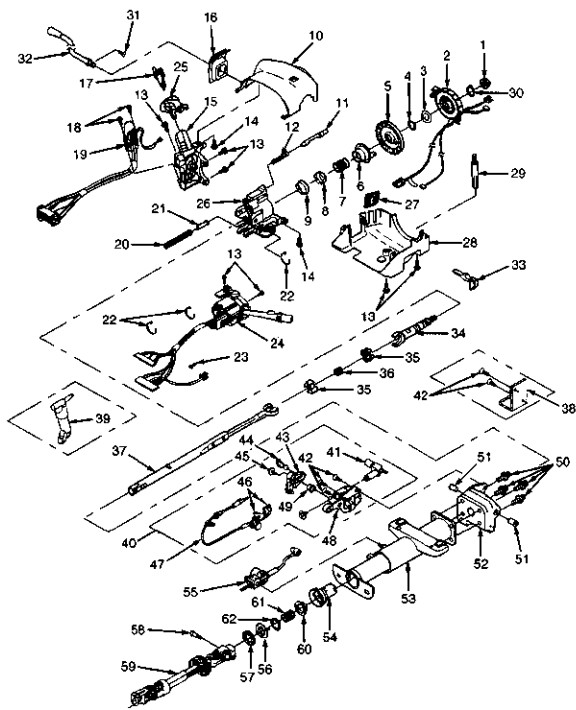

图6-1 倾斜转向柱总成解体图(转向柱和地板换挡)
倾斜转向柱总成解拆图（转向柱和地板换挡），如图 6-1 所示。
**注意：**大修的步骤参见图 6-1。
1. 齿条和齿轮总成转向泵使液体增压并且通过泵流量控制阀将其送至齿条齿轮总成的齿轮和啮 (图 6-1)。齿轮和阀控制液体流向活塞和齿条的某一侧，这取决于转向盘的旋转方向。活塞和齿条将液体压力转换为直线方向上的力，从而减少转向力矩。
1) 抬升并支撑汽车。将前轮转动到正对前方的位置。松开调整器螺塞锁止螺母 (图 6-1)。顺时针方向转动调整器螺塞, 直到它到达壳体的底部; 将调整器螺塞后退 50° ~ 70° (大约一个平面)。